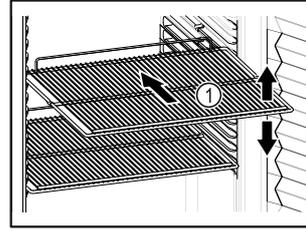

Fig. 57 Atvaizdo pavyzdys
- Jei pastatymo grotelės Fig. 57 (1) galima perkelti, pritaikykite atsižvelgdami į aukštį.